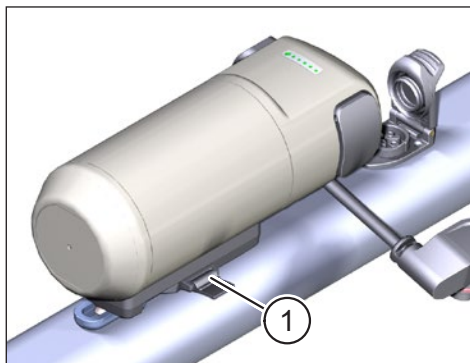

Fig. 6: FIDLOCK® systeem vergrendeld
- ▶ Duw het vergrendelingslipje zo ver mogelijk naar binnen (zie Pos. 1 in Fig. 6), om de Range Extender stevig vast te zetten.